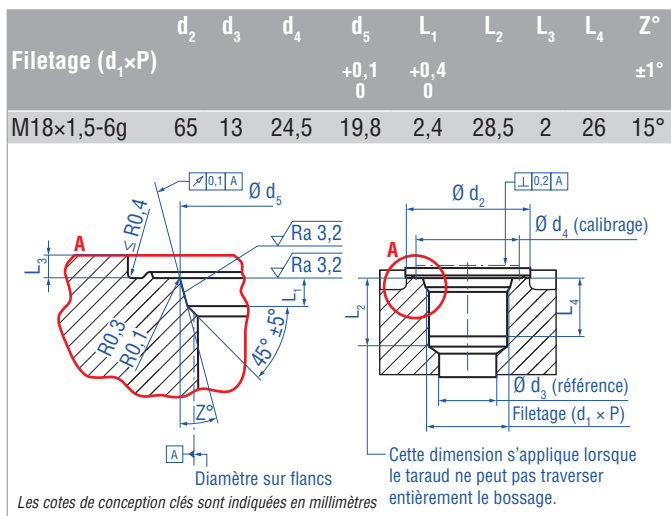

Fig. 15 : Notice pour bride filetée M18×1,5-6g suivant DIN ISO 6149-1
2. à l'aide d'un joint torique de 15,3 × 2,2 mm (0,6 × 0,09 pouce) dans le dégagement de la bride à face plane ou à face surélevée. Dans ce cas, un trou de vis suivant ISO 6149-1 (fig. 15 page 16) doit être percé. Voir la norme ISO 6149-1 pour plus d'informations.